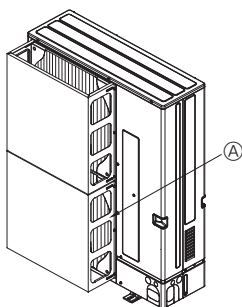
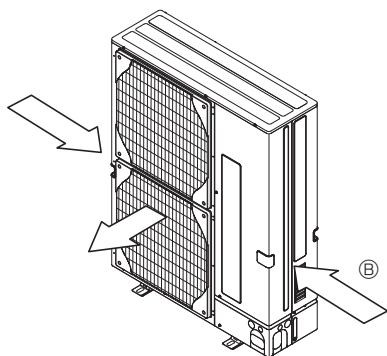

Fig. 2-4
Fig. 2-5
- ② Установите дополнительный воздуховод, если прибор установлен в месте, где сильный ветер от тайфуна и т.д. может попадать непосредственно в вентиляционную решетку. (Fig. 2-4)
- ① Воздухозащитная направляющая
- ③ По возможности разместите прибор так, чтобы воздух из выходного отверстия выдувался в направлении, перпендикулярном к сезонному направлению ветра. (Fig. 2-5)
- ② Направление ветра